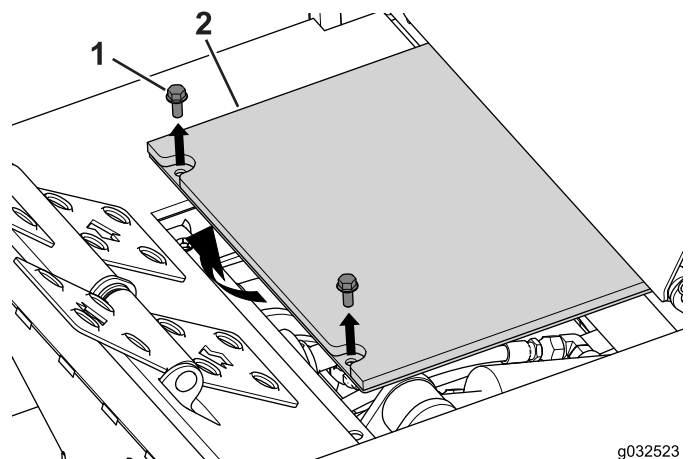

Figure 101
1. Enlevez les 2 boulons qui fixent la plaque couvercle de plancher et déposez celle-ci (Figure 101).